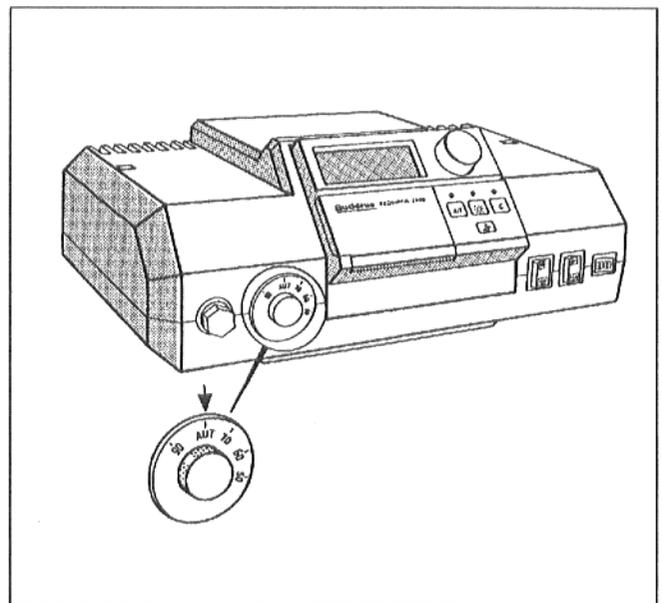

Fig. 2: Regulatorul de temperatură a apei în cazan
- Se fixează regulatorul de temperatură a apei în cazan (Fig. 2) pe poziția "AUT". Se fixează la temperatura dorită fără "reglaj ecomatic".